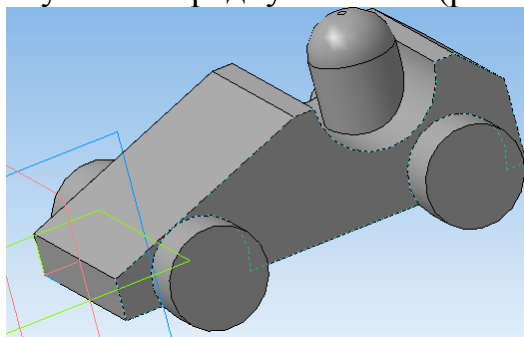

Рис. 9
10. Примените операцию *Скругление* . Укажите окружность и скруглите цилиндрическую часть радиусом 9 мм (рис. 9).